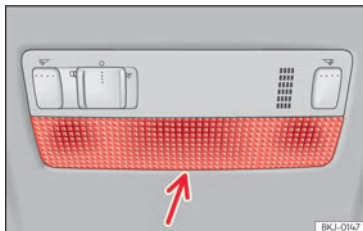

Abb. 165 Leseleuchte vorne.
- Das flache Ende eines dünnen Schraubendrehers zwischen Gehäuse und Glas einführen »» **(Abb. 165)**.